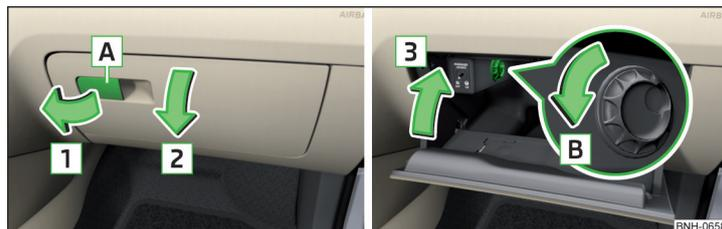

Fig. 87 Abrir el compartimento guardaobjetos / cerrar el compartimento guardaobjetos y abrir el suministro de aire
- Para **abrir**, tirar el tirador **A** en el sentido de la flecha **1** y plegar la tapa en el sentido de la flecha **2** » fig. 87.
- Para **abrir**, girar el regulador giratorio en el sentido de la flecha **B** hasta el tope » fig. 87.